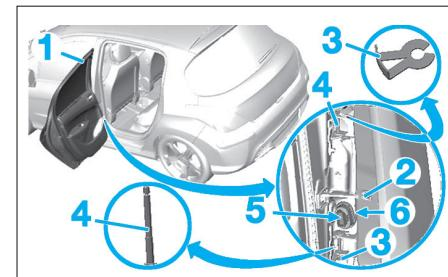

Fig. 168
- Ouvrir la porte arrière (1) (Fig.168).
- Déposer la vis (2) et le l'agrafe (3).
- Débrancher le connecteur (5) du connecteur (6).
- À l'aide de l'outil [1], caler la porte arrière (1).
- Déposer les axes (4).